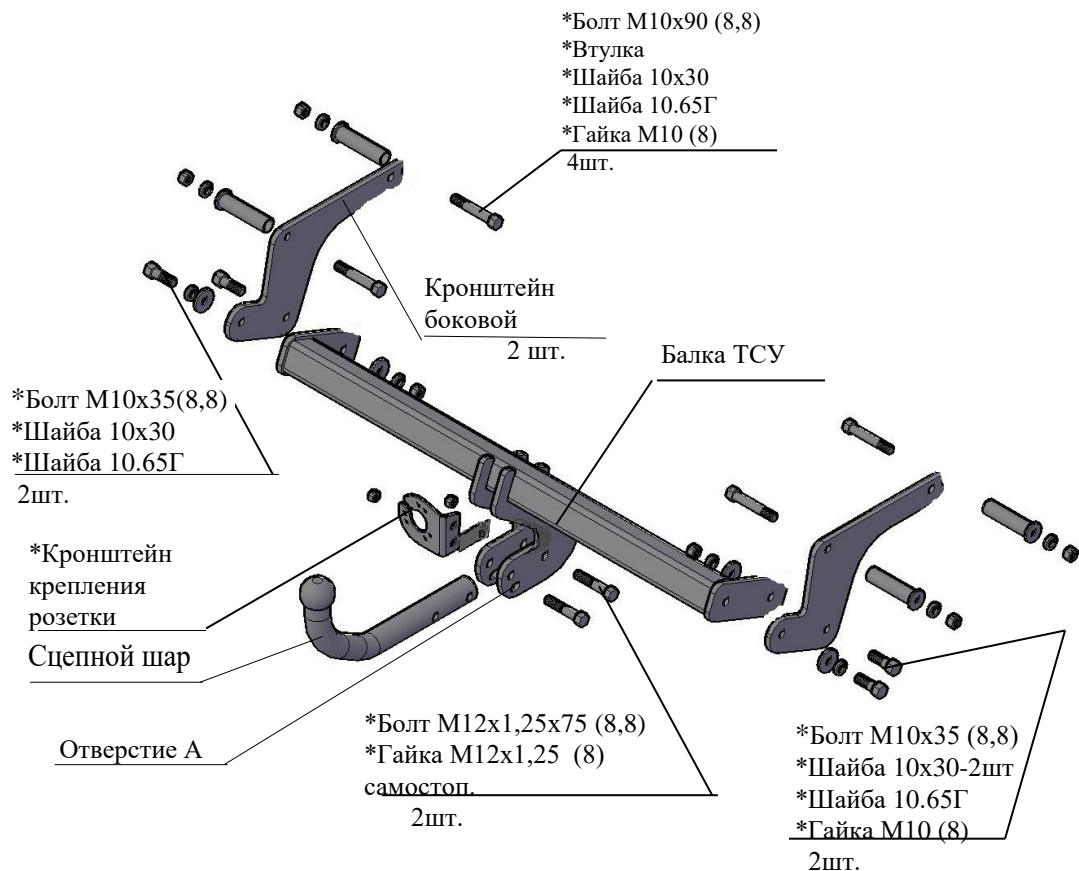

Рис.1 Тягово-сцепное устройство ТСУ 9061.
2.1 ТСУ 9061 в сборе (рис.1)	1 шт.
2.2 Пакет с комплектующими (см. рис.1)	1 шт.